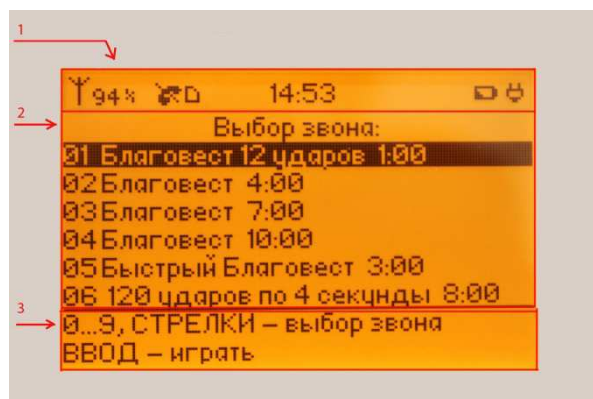
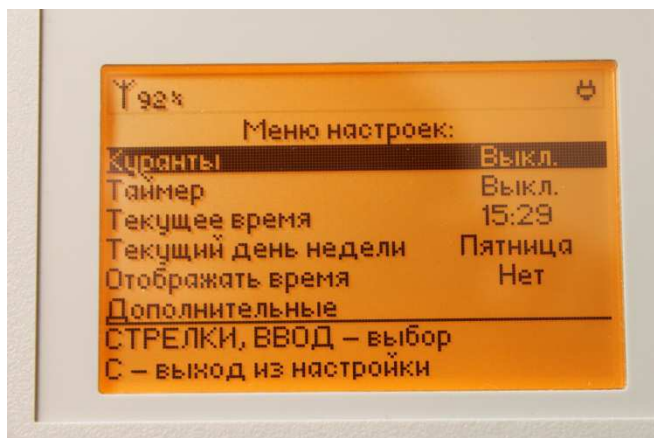
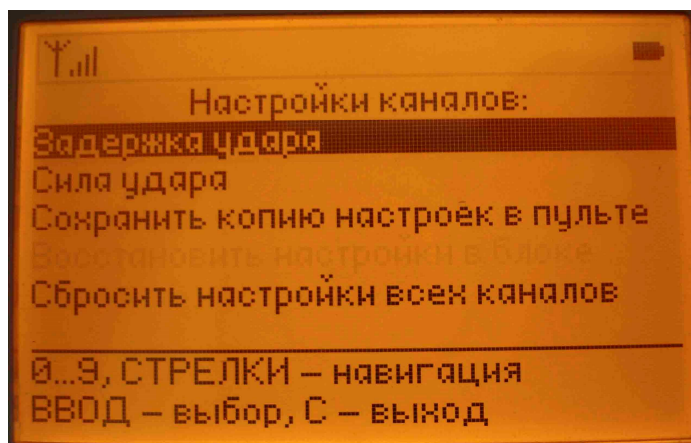
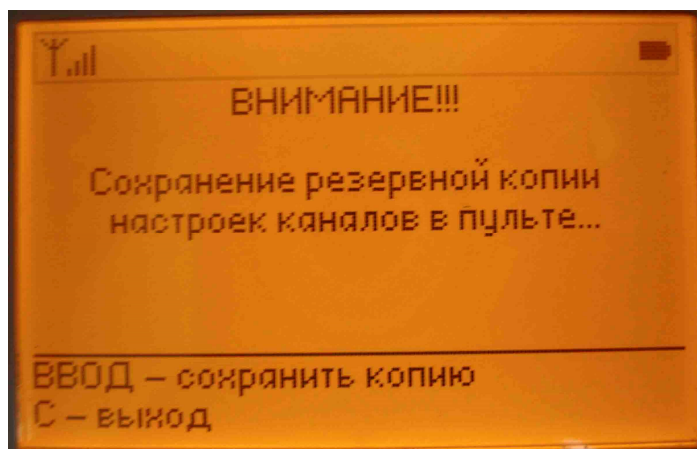

Рисунок 1.
Рисунок 2.
Рисунок 8.
Рисунок 11.
1.1. Изображение на экране пульта управления ЭЗ условно можно разделить на три основные области (см. рис. 1).
При включении пульта управления и установки им радиосвязи с ЭЗ вы попадаете в основное меню «Выбор Звона» (см. рис. 1). При помощи клавиш со стрелками вы можете перемещать курсор управления (темная полоса на экране), выбирая нужный вам звон. Вы можете как последовательно перемещаться по списку стрелками «↑» и «↓», так и постранично пролистывать сразу часть списка стрелками «←» и «→». Так же вы можете непосредственно цифрами ввести номер звона (всегда двузначное число, и если номер звона меньше десяти, то начинается с нуля), если такой звон существует, то курсор переместится на него после ввода второй цифры. Переместив курсор на нужный вам звон, нажмите клавишу «ВВОД», чтобы ЭЗ начал его проигрывание, как и написано в подсказке на экране.
2.1. В основном меню «Выбор звона» (рис. 1) нажмите и удерживайте клавишу «F» около секунды, пока на экране не появится «Меню настроек» (рис. 2).
2.7. Нажмите клавишу **«С»**, чтобы покинуть «Меню настроек» и вернуться в основное меню «Выбор звона» (рис. 1).
4.1. В основном меню «Выбор звона» (рис. 1) нажмите клавишу «•» и, удерживая её, нажмите клавишу «F» для того, чтобы попасть в меню «Настройки каналов» (рис. 8).
4.9. После настройки всех каналов вы можете сохранить получившиеся значения, выбрав опцию «Сохранить копию настроек в пульте» в меню «Настройка каналов» (рисунок 8). Нажав клавишу «ВВОД» вы увидите предупреждающий экран (рисунок 11).